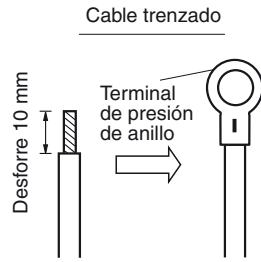
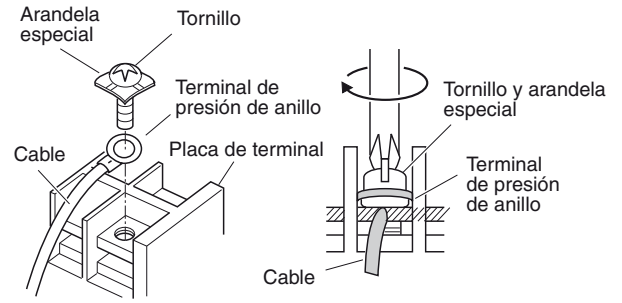

Fig.4-7
Fig.4-8
- (1) Corte el extremo del cable con alicates de corte, y desforre el aislante para exponer el cable trenzado unos 10 mm y retuerza con fuerza los extremos del cable. (Fig. 4-7)
- (2) Utilizando un destornillador de cabeza Phillips, extraiga los tornillos del terminal de la placa de los terminales.
- (3) Utilizando un fijador de conector de anillo o alicates, fije con seguridad cada extremo del cable trenzado con un terminal de presión de anillo.
- (4) Coloque el terminal de presión de anillo y vuelva a colocar y apretar el tornillo del terminal extraído con ayuda de un destornillador. (Fig. 4-8)